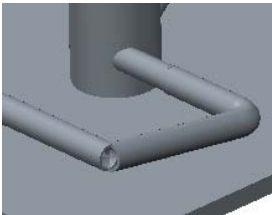

图 16.3.6 修改拐角类型
Step3. 在“修改管线”对话框中的 **新类型** 下拉菜单中选择 **管接头** 选项，单击  按钮完成拐角类型的修改，结果如图 16.3.6 所示。